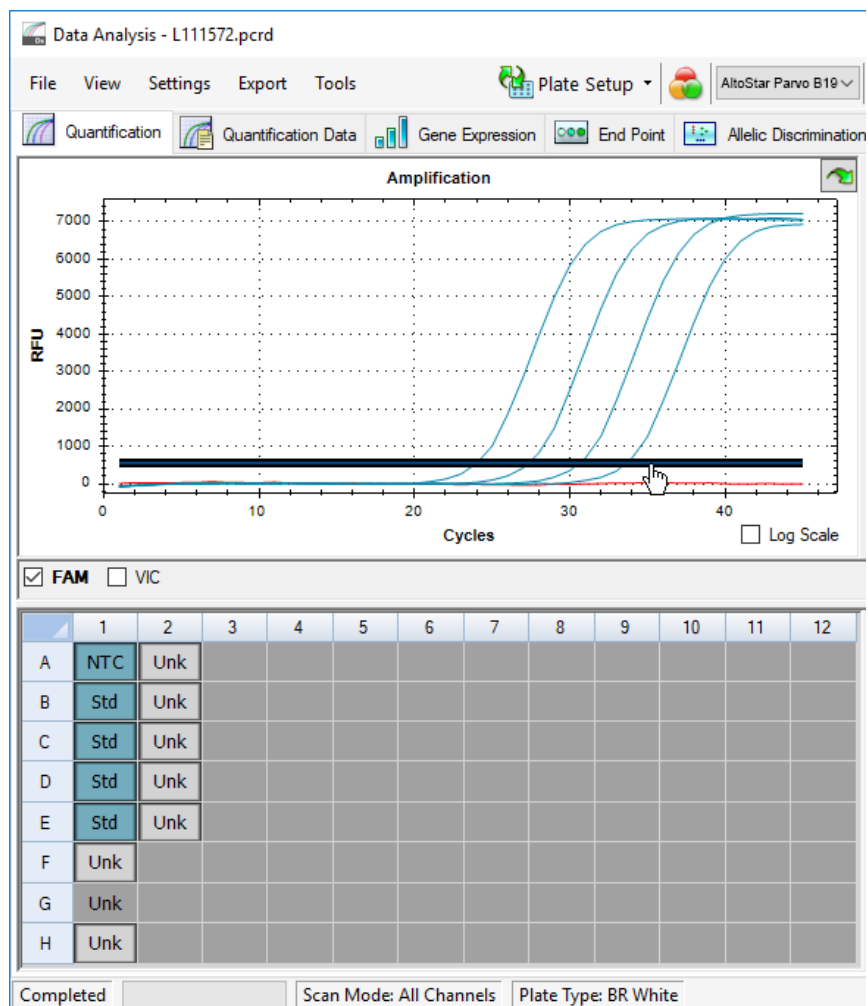

Abb. 10: Fenster Data Analysis (Datenanalyse): Festlegen des FAM™ Schwellenwerts
5. Entfernen Sie links im Fenster Data Analysis (Datenanalyse) das Häkchen aus dem Kontrollkästchen neben **VIC** und setzen Sie das Häkchen im Kontrollkästchen neben **FAM** für den Detektionskanal der Parvovirus B19-Zielsequenz (siehe Abbildung 10).
- Wählen Sie nur die Wells mit der NTC und den QS in der Platten-Ansicht des Fensters Data Analysis (Datenanalyse) aus (siehe Abbildung 10).
- Ziehen Sie den Schwellenwert deutlich über das Signal der NTC hinaus in den exponentiellen Bereich der Signale der QS (siehe Abbildung 10).